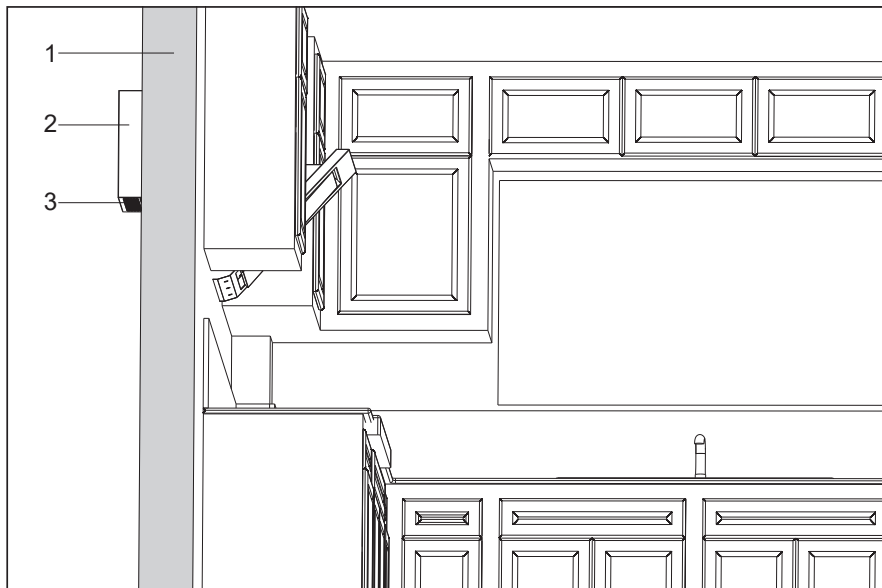

Fig. 4: Installation av produkten
Installera den externa motorn (2) på en yttervägg. Montera utsugskanalen från den externa motorn (3) så att den är vänd nedåt (Fig. 4).